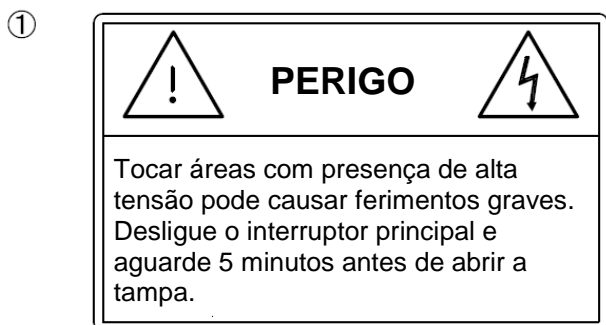
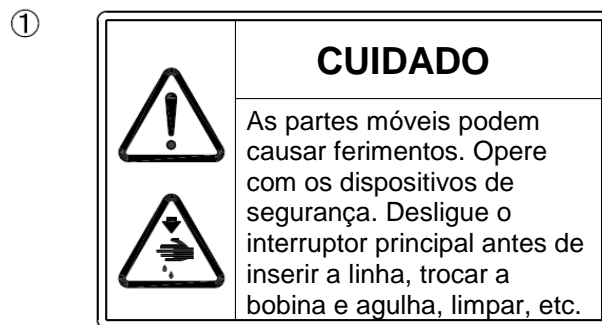

Fig. 1
Fig. 2
- Os adesivos de advertência a seguir serão fixados na máquina de costura. (Fig.1 e Fig. 2)